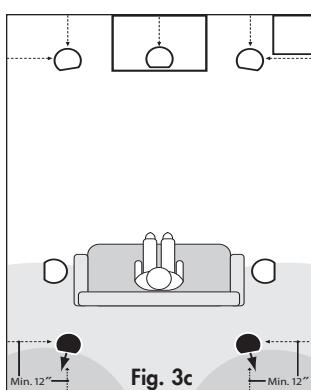

Fig. 3c
- 7. 1-*Placement du canal arrière (Fig. 3c): Commencez par '5. 1-Placement du surround canal' (ci-dessus). Placez une autre paire d'hauts parleurs d'XTC8-HT derrière la zone d'écoute, l'un légèrement à droite, l'autre légèrement à gauche, l'ensemble des hautparleurs étant dirigés vers le fond de la pièce comme indiqué.*